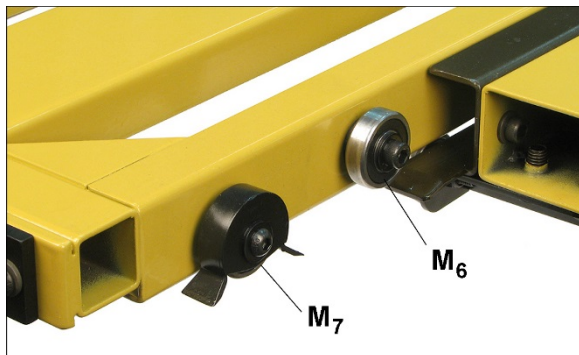

Рисунок 7-18
12. Отрегулируйте передний подшипник (М₆, рисунок 7-18) аналогичным образом до касания с внутренней направляющей.
13. При необходимости отрегулируйте подшипники со скребками (М₇, рисунок 7-18) спереди и сзади так, чтобы скребки слегка касались внутренней поверхности швеллера направляющей.